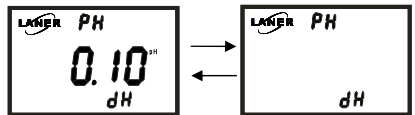

图 7-11
1、仪表在测量状态时按 REL 键，仪表的迟滞量数值将跳闪，显示如图 7-11 所示：